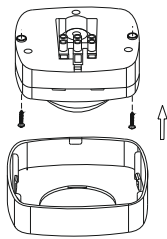

Рисунок 18 – Монтаж
– с помощью отвёртки с плоским жалом отщёлкнуть и снять защитную крышку датчика (рисунок 18);